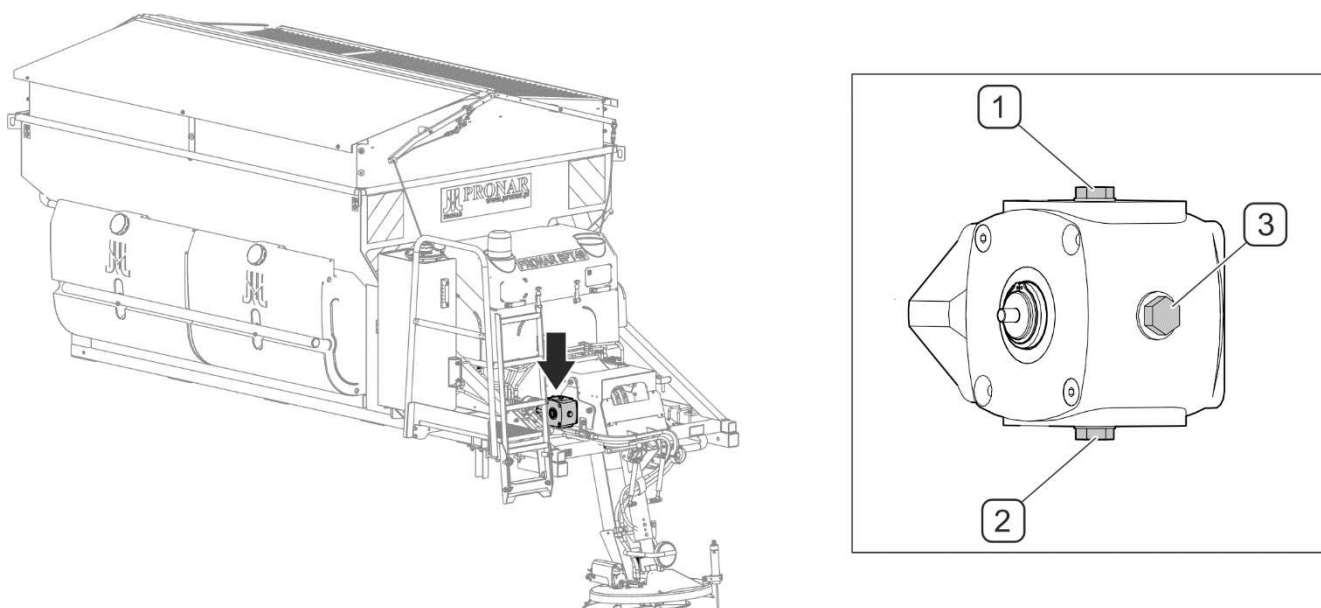

РИСУНОК 5.8 Замена масла в передаче привода ленточного транспортера
- Отвинтить заливную пробку (1) (РИСУНОК 5.8).
- Отвинтить сливную пробку (2) и слить отработанное масло в соответствующую емкость.
- Завинтить сливную пробку (2) и залить свежее масло через заливную горловину (1).
- Проверить проходимость воздухоотвода в пробке (1), в случае необходимости прочистить.
- Завинтить заливную пробку (1).